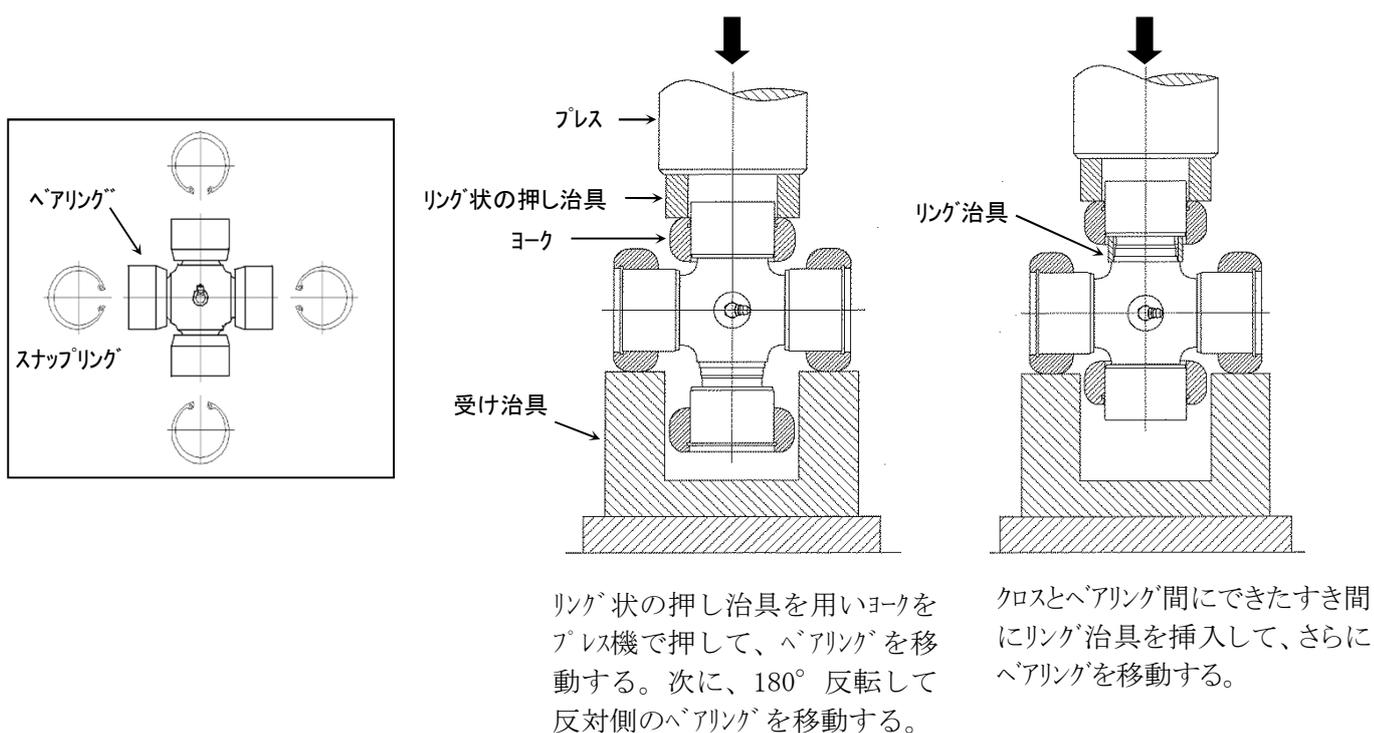

図7 クロスキット部 (クロス・ベアリング) の分解
(1) Aシリーズ、Gシリーズ (図7)
- ① スナップリングプライヤを用いて、スナップリングをヨークから取り外します。
- ② 治具を使用してプレス機によりベアリングを押し取り外します。同様に4個のベアリングをヨークから取り外します。この際、ベアリング外面、ヨークのベアリング穴の内側、および穴端面、クロスピン部に傷をつけないように十分注意して下さい。
- ③ クロスをヨークから取り外します。
- ④ 他のクロスキット部についても、同様の作業を繰り返して下さい。